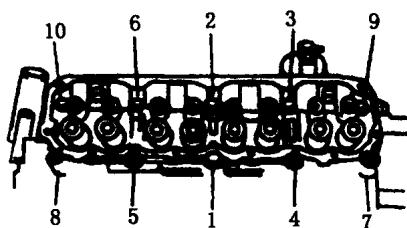

图 2-7 缸盖螺栓的拧紧顺序
气缸盖通过气缸垫用螺栓固定在缸体上，装配力矩为 115N·m (11.75kg·m)，紧固缸盖螺栓时，按图 2-7 所示的顺序紧固，这样从中间向两端依次拧紧，使气缸垫平直不翘曲。
④装上气缸盖后，先装上两个定位螺栓，若无定位螺栓时，可以用旧缸盖螺栓（最长的）改制，沿六角头的下面切掉螺栓的头，再在顶上加工出一道槽。如图 2-7 所示，在第 8 号位置上的双头螺纹上涂上螺纹密封胶（PST），装上所有的缸盖螺栓（除第 7、10），然后拆下第 7、10 定位螺栓，换上第 7、10 气缸盖螺栓，顺序分三次旋紧。第一次旋紧力矩为 30 N·m，第二次旋紧力矩为 61N·m，第三次先用 149N·m 的力矩旋紧第 1~7 位的螺栓，用 136N·m 的力矩旋紧第 8 位的螺栓，再用 149N·m 的力矩旋紧第 9、10 位螺栓，在此之前不允许第 8 位螺栓的紧固力矩超过其他螺栓的紧固力矩。
⑤用机油润滑推杆球端，装入推杆，保证推杆底端位于液压挺柱座的中心，用机油润滑摇臂与枢轴的接触面，装在气缸盖上，保证摇臂与气门杆、推杆在一条直线上，装上摇臂过桥，为了避免摇臂过桥损坏，两个紧固螺栓要交替旋紧，每次各旋一周，最后旋紧力矩为 26 N·m。
⑥在气门室罩和气缸盖的接合面清理干净后放上硫化衬垫，以 5N·m 的力矩旋紧气门室盖螺栓。
⑦将空调压缩机固定支架装在气缸盖和气缸体上，用 40N·m 的力矩旋紧固定螺栓。